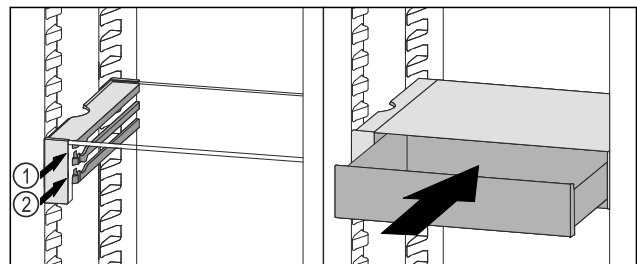

Fig. 98
- ▶ VarioSafe-Schubfach hinter den Stopperrn auf gewünschter Rippe Fig. 98 (1) oder Fig. 98 (2) aufsetzen.